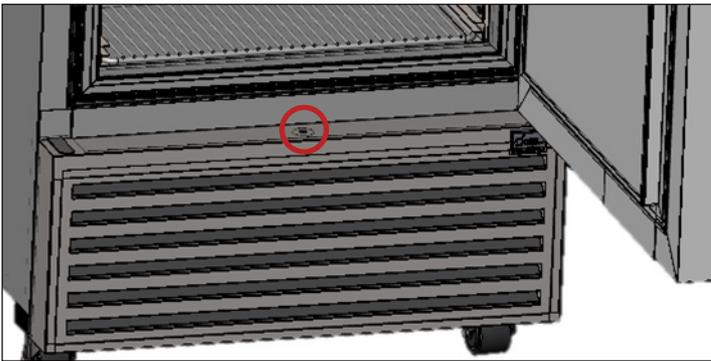

Рис. 1. Расположение винта вентиляционной решетки распашной двери.
2. Снимите с устройства переднюю вентиляционную решетку. См. рис. 1–2.